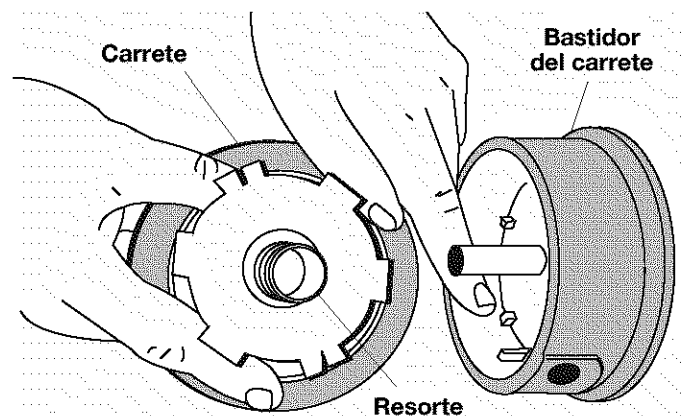

Fig. 30
3. Use un paño limpio para limpiar la superficie interna del bastidor del carrete (Fig. 30).
4. Inspeccione si los dientes de posición del carrete y bastidor del carrete están desgastados. Si es necesario, saque todas las rebabas o cambie el carrete o el bastidor del carrete (Fig. 30).
4. Use un paño limpio para limpiar la superficie interna del bastidor del carrete (Fig. 30).